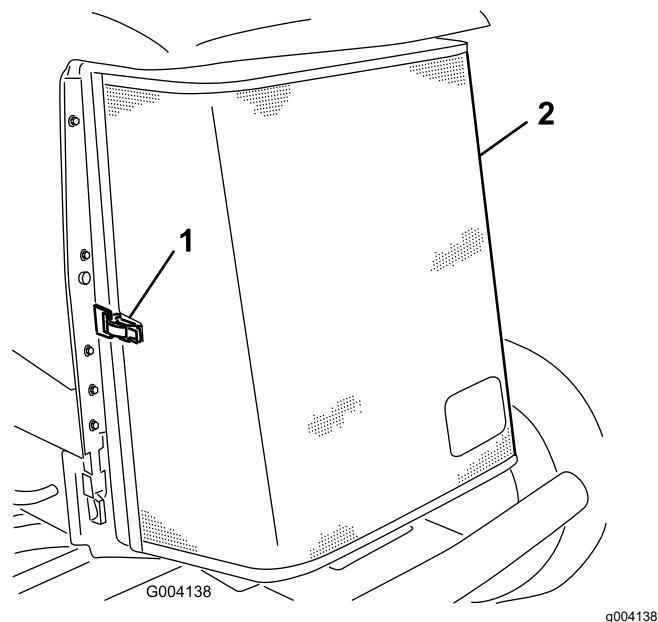

Figura 65
3. Desprenda a braçadeira e articule para abrir o painel traseiro (Figura 65).